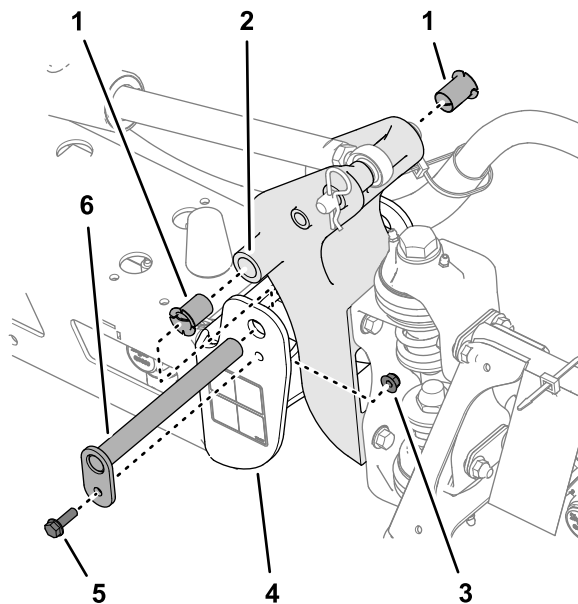

图 105
3. 卸下固定枢轴销的螺栓和螺母然后取下枢轴销 图 105。
5. 从枢轴支架的前后侧拆下尼龙轴套并进行检查 图 105。
6. 用少量机油润滑尼龙轴套然后将轴套装入枢轴支架内 图 105。
7. 将枢轴支架内的孔与端部槽内的孔对齐 图 105。